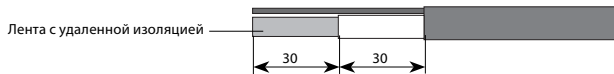

Рисунок 2
2.2.2. С помощью мини – дрели Dremel- 300 series удалить изоляцию с обеих сторон изолированной ленты в размер 30 мм - см. рисунок 2.